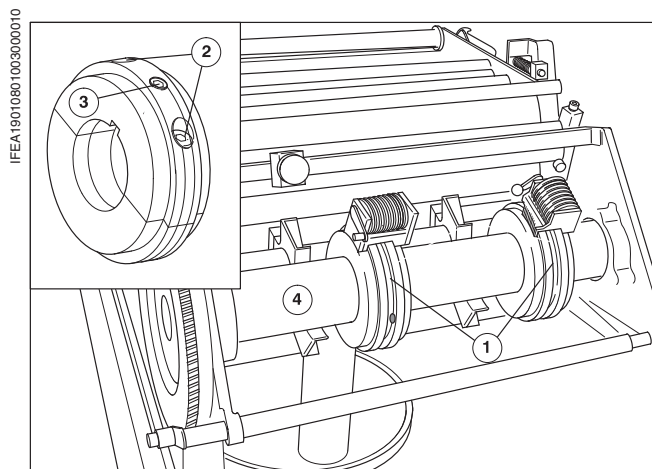

Рис. 2 Посадочные кольца
Посадочные кольца (Рис. 2/①) монтируются на вал нумератора (Рис. 2/④) вне машины. На вал нумератора можно установить четыре посадочных кольца.
Посадочные кольца состоят из двух полуколец, которые после ослабления винтов (Рис. 2/②) можно снять с вала нумератора.
- ① Винт с внутренним шестигранником (Рис. 2/③) ослабить, чтобы сдвинуть посадочные кольца по валу вбок.
- ② Положение посадочных колец зафиксировать винтом с внутренним шестигранником (Рис. 2/③).